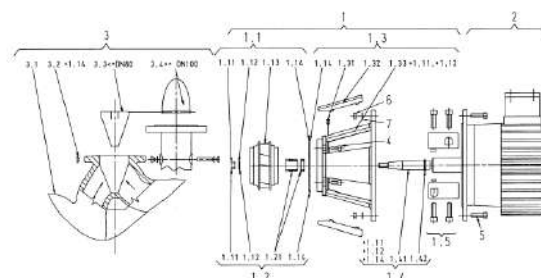

Рисунок 8 Насос DL
14. Монтажная вилка, см. рисунок 8. (поставляется отдельно)